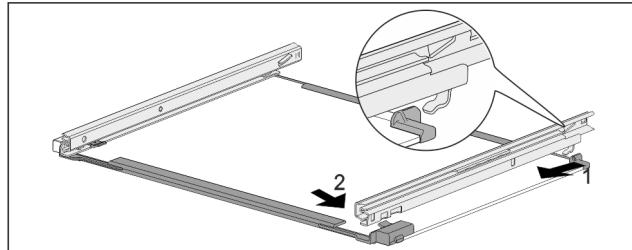

Fig. 143 Стъклена плоча с релси
- Закачете релсата отзад Fig. 143 (1)
- Фиксирайте релсата отпред Fig. 143 (2)